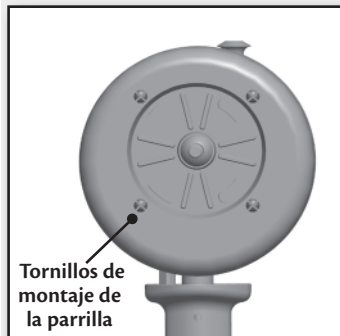

Figura 9
1. Retire los cuatro tornillos de montaje de la parrilla del alojamiento del motor. Figura 9.